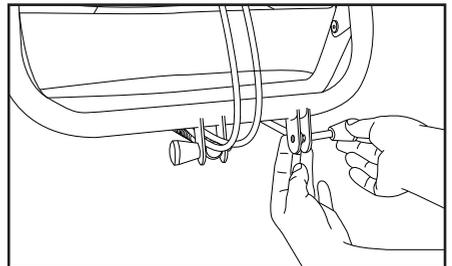

Figure 5
- Ôtez la cheville (4A). Insérez la tige de la suspension pneumatique dans la patte de fixation et remettez la cheville en place, comme illustré à la figure 5.